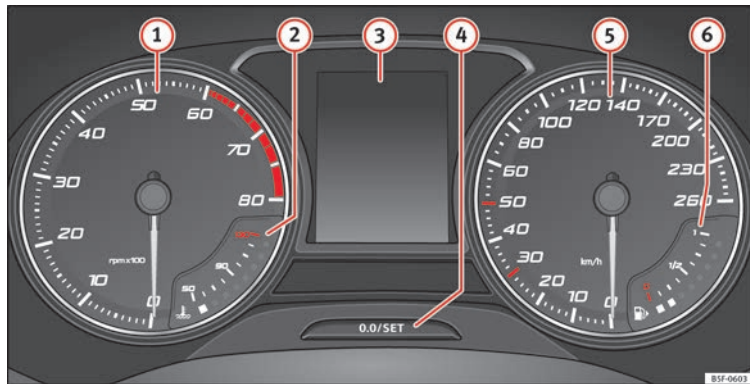

Fig. 82 Painel de instrumentos no painel de bordo.
Explicações sobre os instrumentos » **Fig. 82:**
O conta-rotações mostra o regime de rotações do motor por minuto » Fig. 82 ①.
① CUIDADO
O ponteiro do conta-rotações ① » Fig. 82 só deverá atingir a zona vermelha durante um curto período de tempo, caso contrário existe o risco de causar danos no motor.
Ao ligar a ignição pode visualizar-se no ecrã do painel de instrumentos » Fig. 82 ③ informação diversa, em função do equipamento do veículo:
- Pressione brevemente o botão »» Fig. 82 ④ para repor o conta-quilômetros parcial a 0.
- Mantenha pressionado o botão ④ durante 3 segundos e visualizará o valor anterior.
- Para ajustar a hora, mantenha pressionado o botão »» Fig. 82 ④ durante mais de 3 segundos para selecionar o indicador de horas ou de minutos.
- Para prosseguir a configuração, pressione a parte superior ou inferior do botão ④. Para que os números se sucedam rapidamente, manter o botão pressionado.
- Pressione novamente o botão ④ para finalizar a configuração da hora.
Mantenha pressionado o botão »» **Fig. 82** ④ durante mais de 15 segundos para visualizar as letras de identificação do motor (MKB) do veículo. Para isso, a ignição deve estar ligada e o motor desligado.